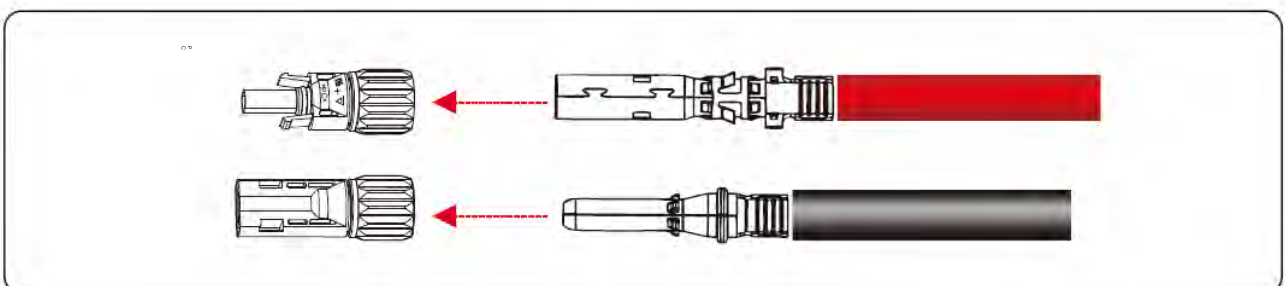

Figura 5.13 Collegamento dei connettori positivo e negativo
**Fase 3** Inserire i cavi di alimentazione positivi e negativi crimpati nei rispettivi connettori positivi e negativi fino a quando non si sente un "clic", come mostrato nella Figura 5.13.